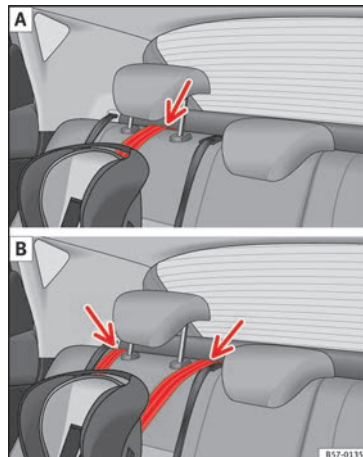

Abb. 35 Befestigungsgurt: Einstellung und Einbau je nach Top Tether-Gurt.
- Führen die den Gurt unter der Kopfstütze des Rücksitzes durch »» **Abb. 35** (in Abhängigkeit der Gebrauchsanweisungen des Kindersitzes ggf. Kopfstütze anheben oder entfernen).